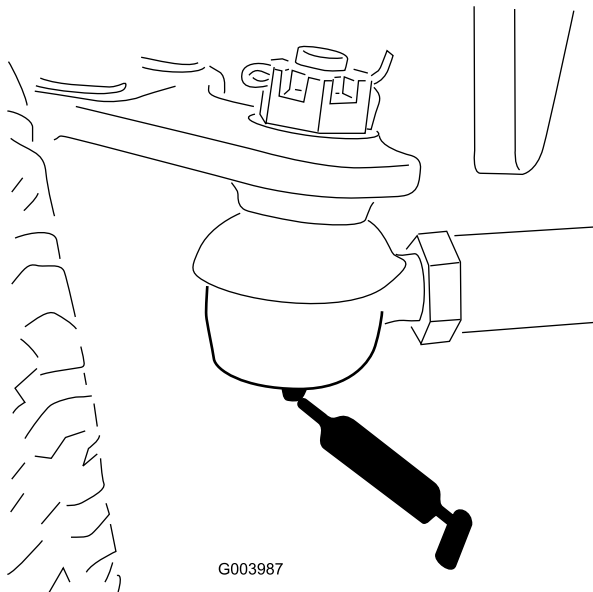

**Bild 46**
- Hubarmgelenkwelle (1 Stück) (Bild 46)